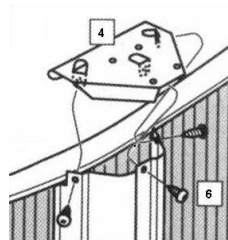

fig. 15
Mettere una placca superiore T2 (4) sopra il bordo superiore della parete della piscina e sul profilo verticale (VER), con le linguette all'interno del profilo, (fig. 15).
Allineare gli orifizi per collocare le viti TO2 (6), (fig. 15), nei tre buchi del profilo verticale, assicurandosi che si fissano nei buchi delle linguette de la placca T2 (6).